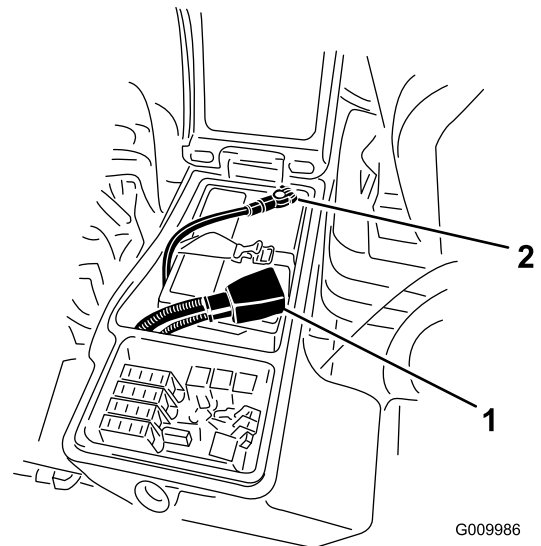

図 36
4. 赤いケーブルをバッテリーの端子に、黒いケーブルはバッテリーの端子に固定する 図 36 ケーブルはキャップスクリューとナットで各電極に確実に固定すること。プラス端子が電極に十分にはまり込んでいること、ケーブルの配線に無理がないことを確認する。ケーブルとバッテリーカバーを接触させないこと。ショート防止のために端子にゴムキャップをかぶせる。